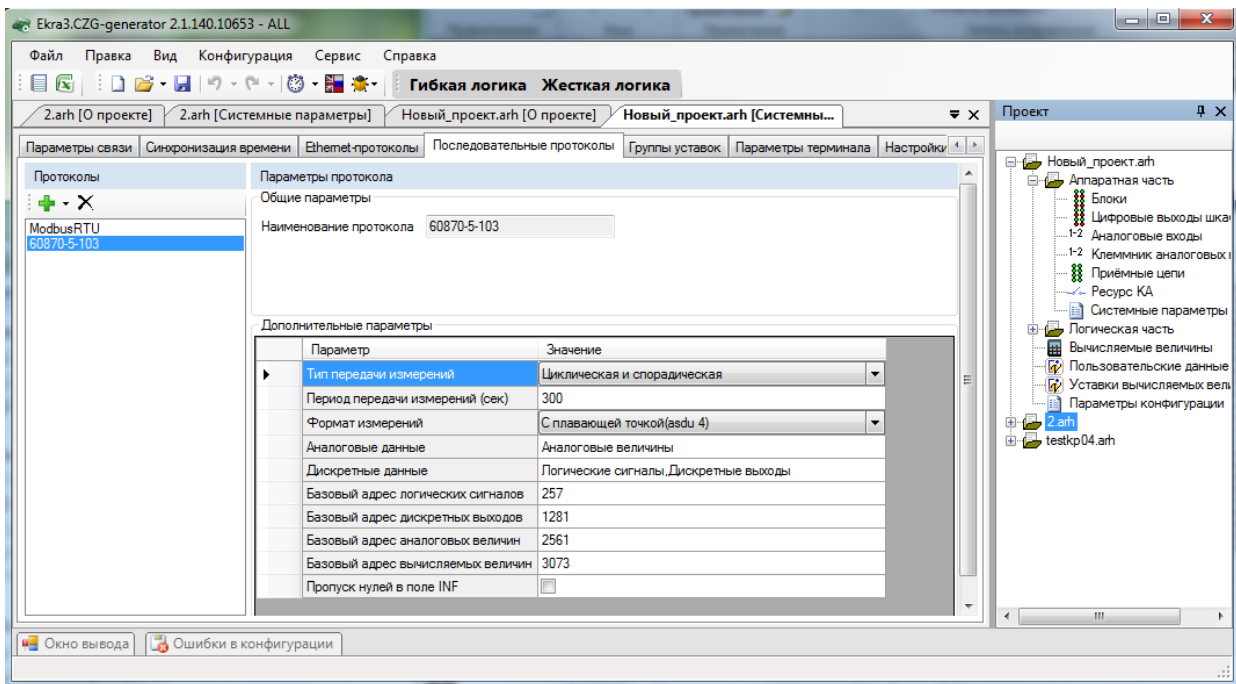

Рисунок 3.60
3.4.7.4.1 Дополнительные параметры протокола 60870-5-103 (см. рисунок 3.60)